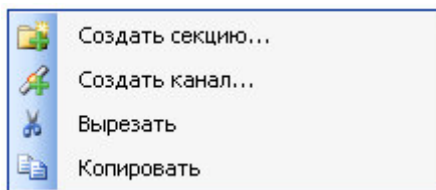

Рисунок 3.35 – Модуль Server. Общий вид контекстного меню
- 3 Вызвать контекстное меню и выбрать соответствующую команду (рисунок 3.35).